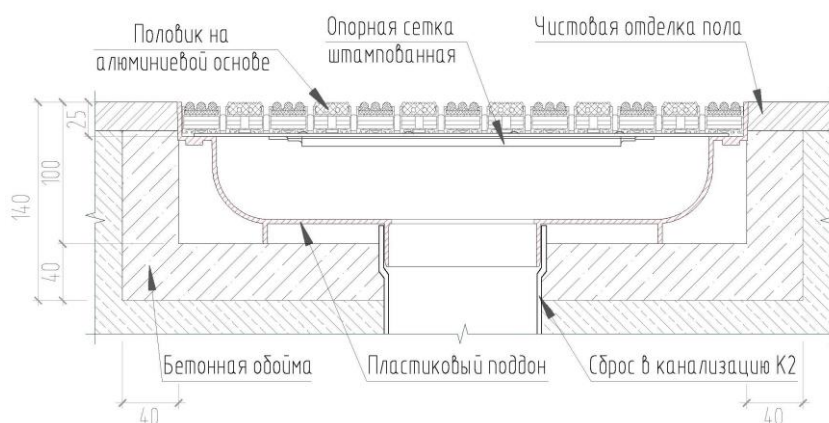

Рис. 25 – Монтажная схема алюминиевого половика в пластиковый поддон с опорной решеткой/сеткой.
- на опорную решетку/сетку укладывается половик (рис. 25).